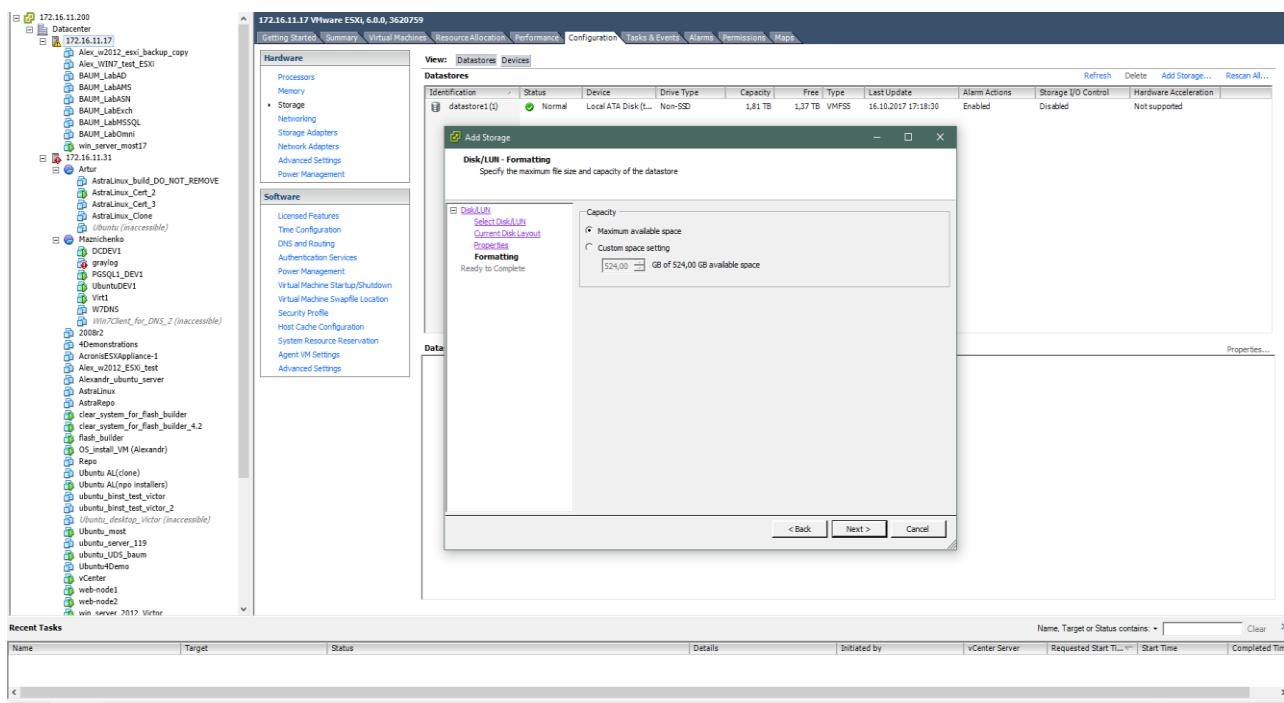

Рисунок 107 – Размер Datastore
15. Нажмите на кнопку «Next» (см. Рисунок 107).